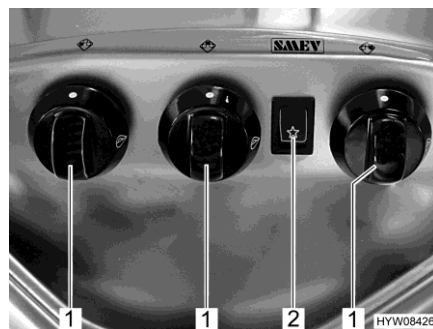

Fig. 142 Elementos de mando (cocina de gas)
- Girar el regulador giratorio (Fig. 142,1) correspondiente al quemador deseado a la posición de encendido (llama alta).
- Pulsar el interruptor basculante (Fig. 142,2). En el quemador se producen chispas de encendido.